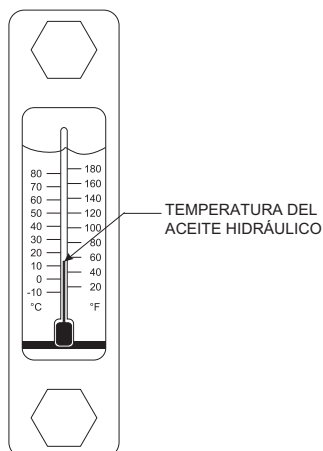

Figura 29. Medidor de temperatura del aceite hidráulico
- Deje ciclar la bomba hasta que la temperatura del aceite hidráulico (Figura 29) esté a aproximadamente 50 °F a 60 °F.